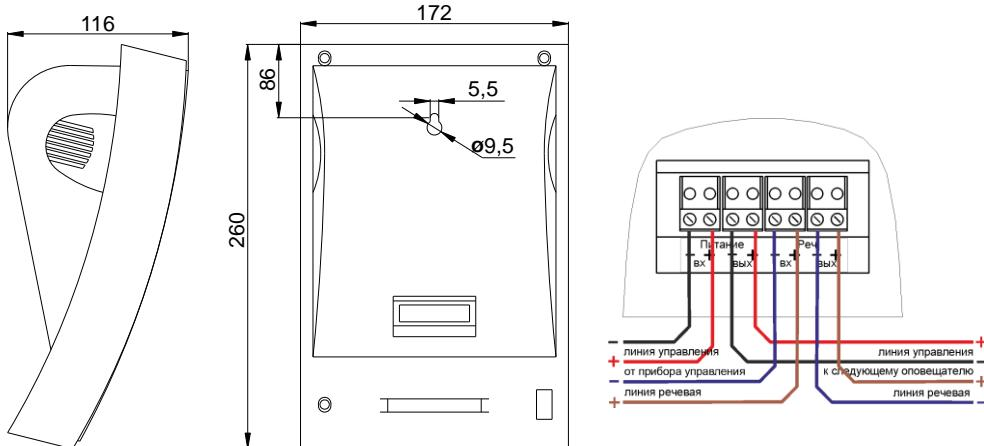

Рис. 1. Внешний вид и габаритные размеры корпуса оповещателя
| Габаритные размеры, мм   | см. рисунок 1 |
- согласно установочным размерам (см. рисунок 1) просверлить в стене отверстие, вставить в него дюбель и вкрутить шуруп;